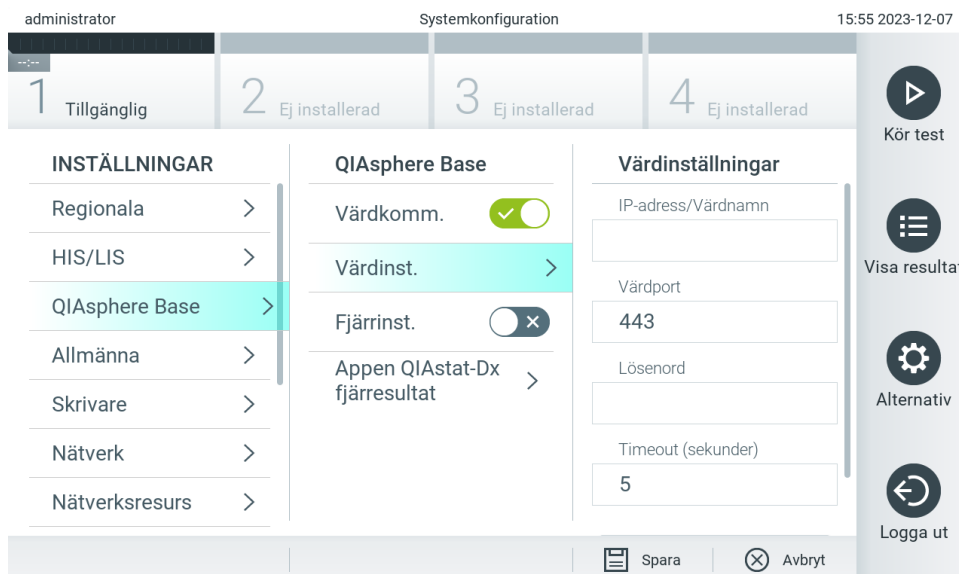

Bild 65. Konfigurera QIASphere Base-anslutningen.
2. Välj **QIASphere Base** från listan Settings (Inställningar) i den vänstra kolumnen (bild 65).